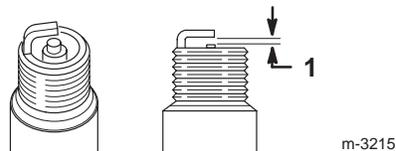

Figure 19
9. Réglez l'écartement des électrodes à 0,76 mm, comme indiqué dans la Figure 19.